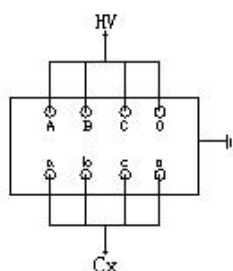

图 6-10 变压器正接法
(1)：正接法、电压为 10KV、一次绕组对二次绕组、接线见图 6-10